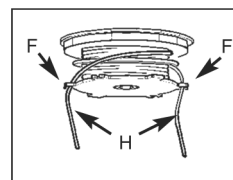

Fig. 8D
6. Führen Sie die jeweiligen Enden der Schnur (H) durch die Öffnungen (F) an der gegenüberliegenden Seite der Spule (Fig. 8D).